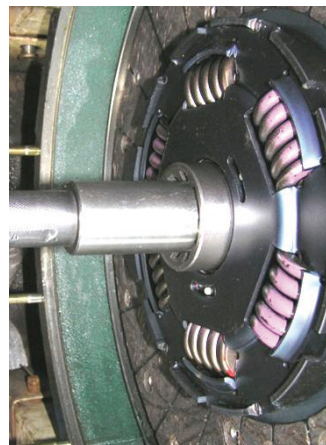

Рис. 2-2. Устройство ведомого диска в сборе
1. Установка ведомого диска (рис. 2-2)